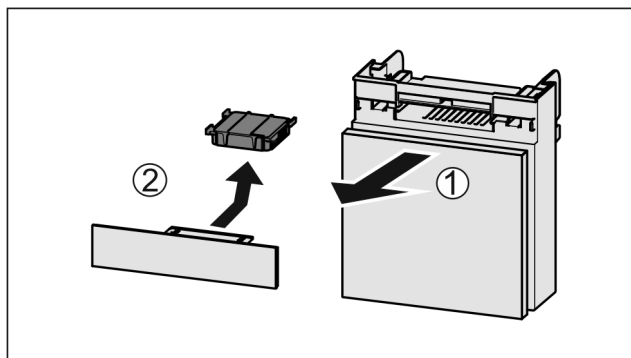

Fig. 175
- Vytiahnite zásuvku smerom dopredu Fig. 175 (1).
- Vyberte aktívny uhlíkový filter Fig. 175 (2).